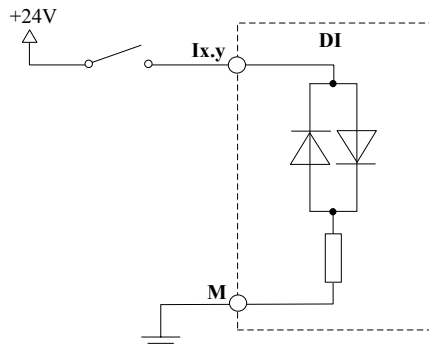

图4.3.11 漏型DI
**漏型DI：**多个开关的一端短接到传感器电源正极，开关闭合后，电流从开关流入DI设备的光耦，经光耦流到地（如图4.3.11），对于DI的光耦来说吸收触点来的电流，所以称为沉电流（Sinking）型DI。